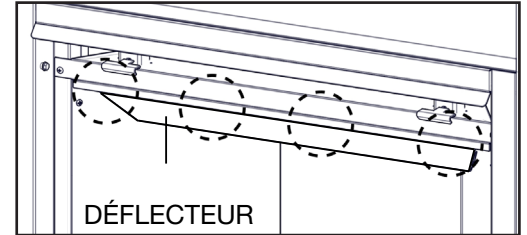

Fig. 1
- Retirez les quatre vis du déflecteur de l'intérieur de la partie supérieur avant de la chambre de combustion (**Fig. 1**).